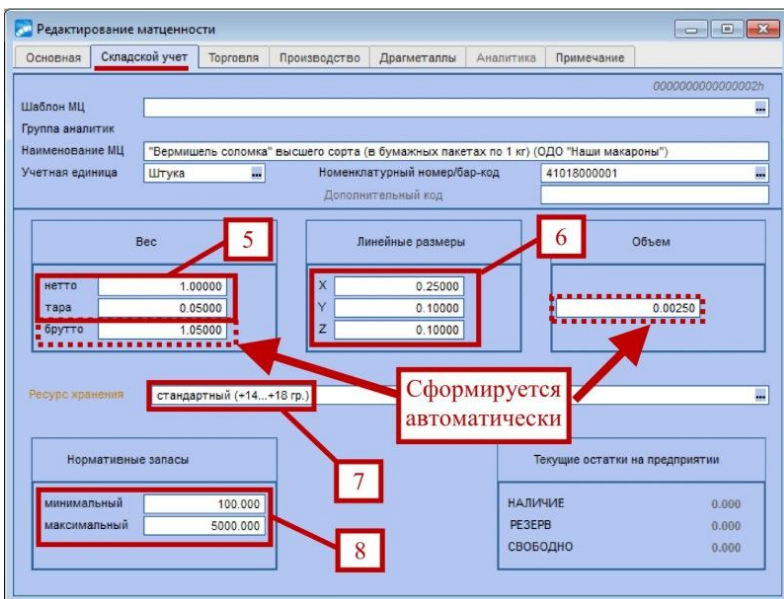

Рисунок 62 – Пример заполнения новой записи на вкладке «Складской учет» в каталоге материальных ценностей в программном продукте «Галактика ERP 9.1 - BELARUS»
- свободно – данное поле показывает разницу между наличием и резервом (формируется автоматически) (см. рисунок 62).